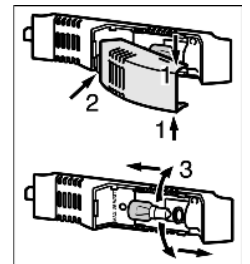

Fig. 23
- ▶ Die Lampenabdeckung oben und unten fassen Fig. 23 (1).
- ▶ Lampenabdeckung hinten ausrasten und aushängen Fig. 23 (2).
- ▶ Die Glühlampe auswechseln Fig. 23 (3).